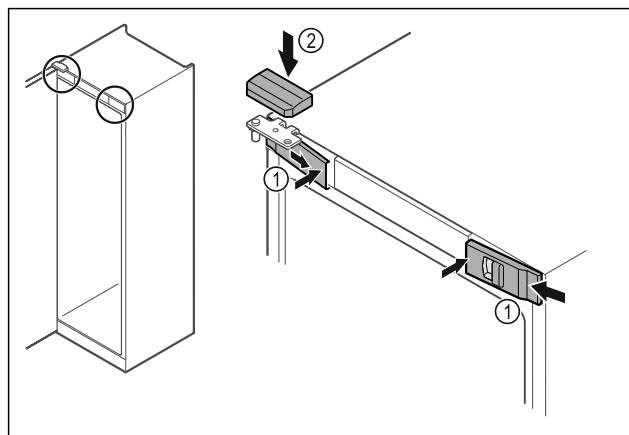

Fig. 48 \*
- Accrocher les caches avant Fig. 48 (1) par les côtés et les enclencher en appuyant sur l'intérieur.\*
- Insérer le cache supérieur Fig. 48 (2) par le haut.\*